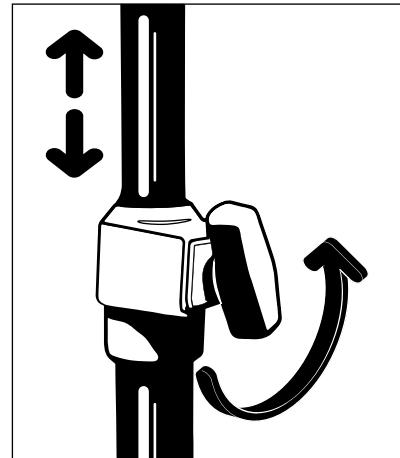

图 24 – 调节静脉输液架
1. 逆时针旋转伸缩旋钮以解锁静脉输液架 (图 24)。
4. 顺时针旋转伸缩旋钮以锁定静脉输液架 (图 24)。